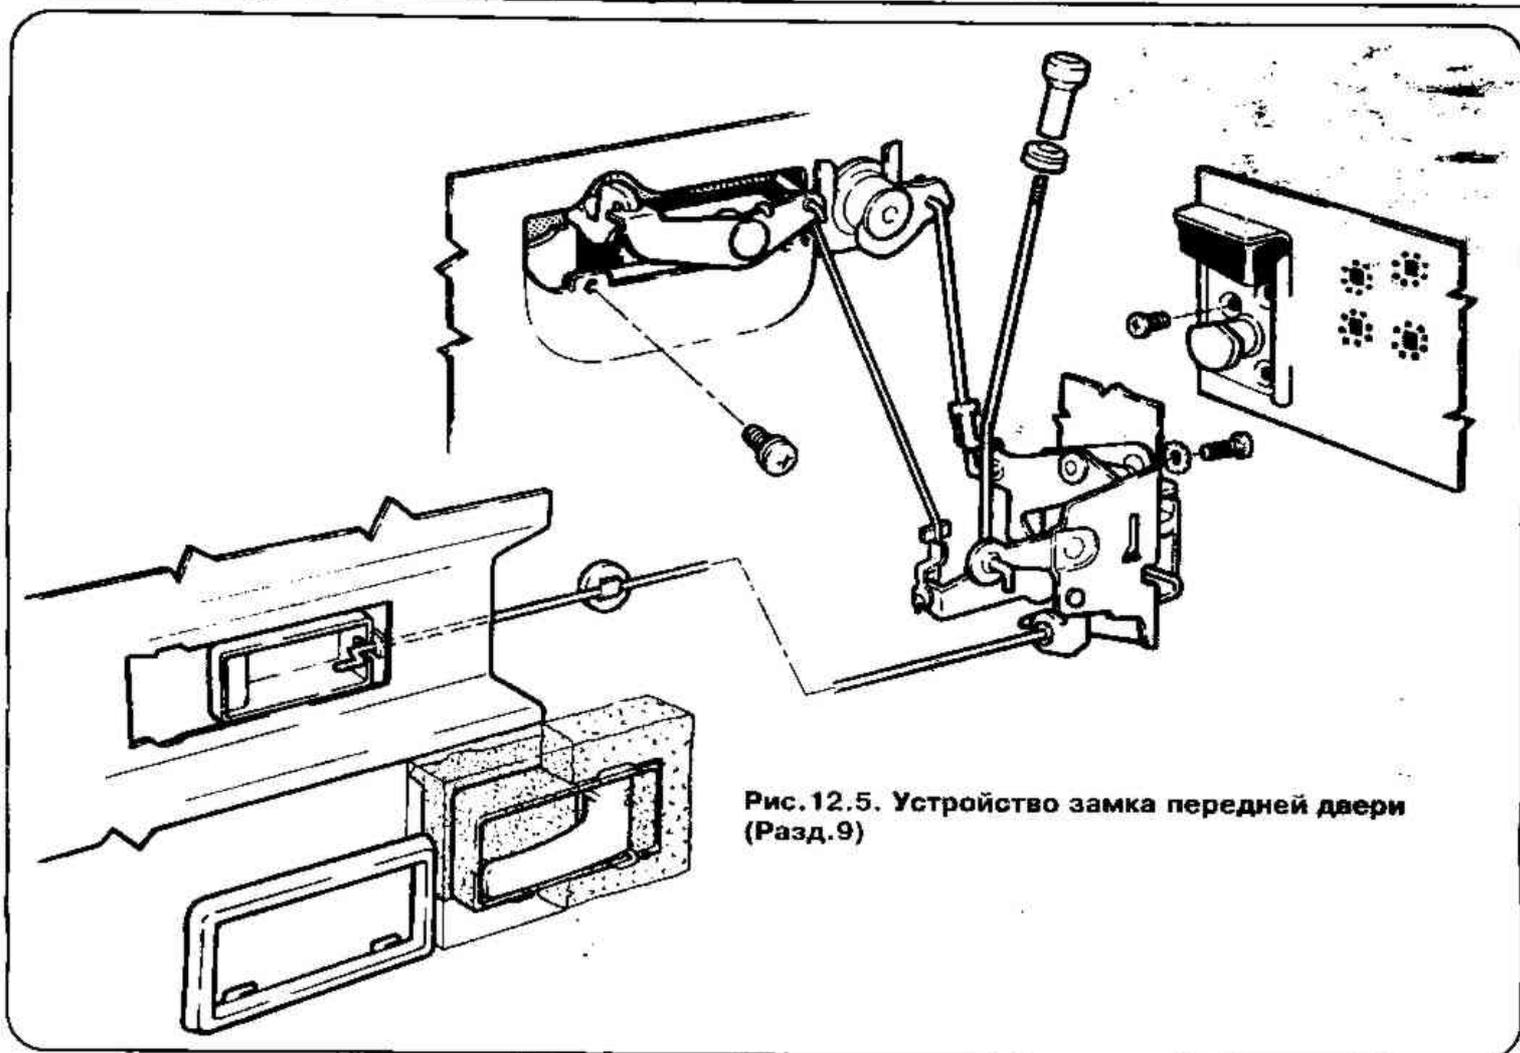

Рис. 12.5. Устройство замка передней двери (Разд.9)
3. Внутри полости двери осторожно отсоедините от замка две тяги управления (Рис. 12.5).